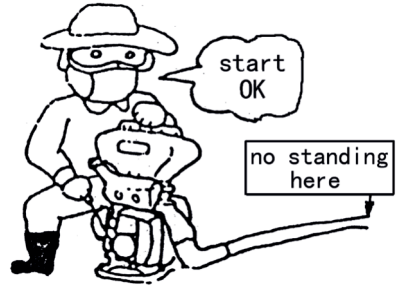

Fig. 14
5. Arranque de la máquina (Fig. 14)
- (1) Ponga la manija de salida del polvo en la posición más baja antes de arrancar el motor, de lo contrario, el químico será lanzado apenas se encienda el motor.
- (2) Esta prohibido pararse en frente de la tobera. Mas alla que la salida del polvo este cerrada, Even though dust gate is closed, el polvo residual en la salida sera expulsado. Ver Fig. 14.